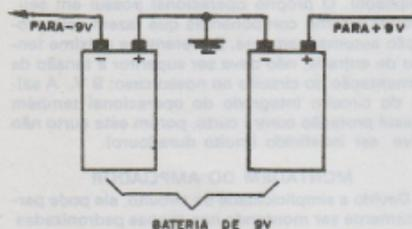

FIGURA 6: Configuração para ligação das baterias de 9 V para suprir a alimentação do circuito da fig. 3
1) Como o circuito é de baixo consumo, ela pode ser feita através da utilização de duas baterias de 9 V ligadas em série, como indica a figura 6.